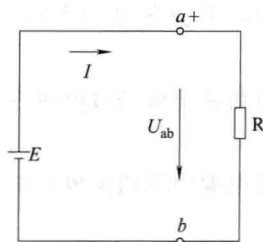
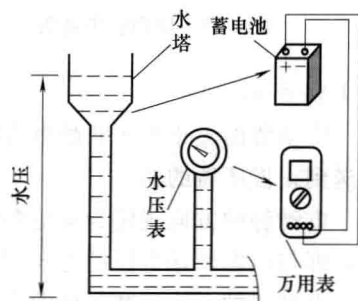

图 1-12 电路中的电压
图 1-13 水位与电位
(2) 电压
① 定义 电路中两点之间的电位差, 称为电压, 用 U (或 u) 表示。如图 1-12 所示, 电路中的 a 点 b 点之间的电压, 可记作 U_{ab} 。电压是电流产生的原动力。电压类似水塔中所形成的水压, 水塔顶部与底部或地面之间的势差形成水压, 如图 1-13 所示。
② 电压的方向 箭头表示法: 以电流的流向表示, 如图 1-12 所示。
极性符号表示法: 用 “+”、“-” 标出, 如图 1-12 所示。